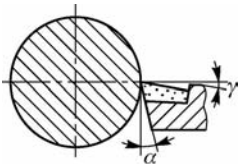

图 5-34 刀尖对准工件回转中心
(3)车刀的刀尖应装得与工件回转中心等高,如图 5-34 所示。若车刀的刀尖高于工件回